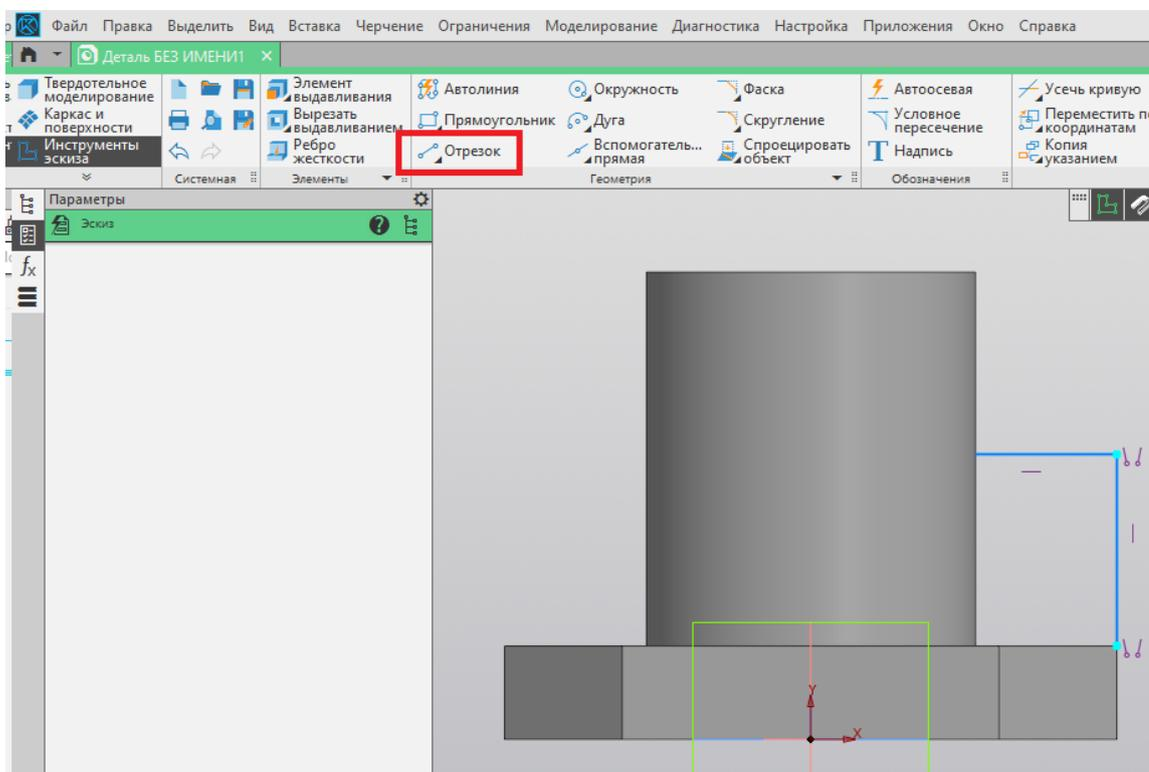

Рис. 84
12. При помощи команды «Отрезок» строим контур для ребра жёсткости (рис. 84).